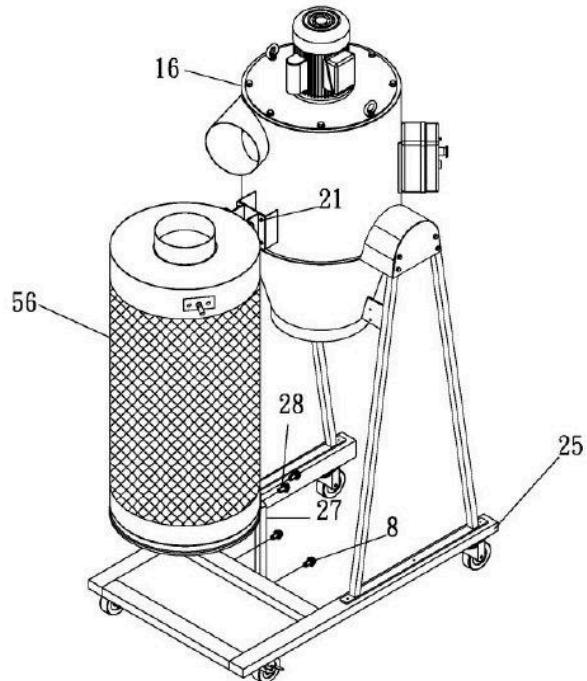

Рисунок 5.
Шаг 5-1. Закрепите опору жестяного фильтра (27) на основании (25) при помощи болтов 5/16" x 3/4" (8). См. рис. 5.
Шаг 5-2. Установите жестяной фильтр (56) на главный корпус (16) и опору жестяного фильтра (27) при помощи болтов 5/16" x 1/2" (21) и болтов 1/4" x 3/8" (28). См. рис. 5.